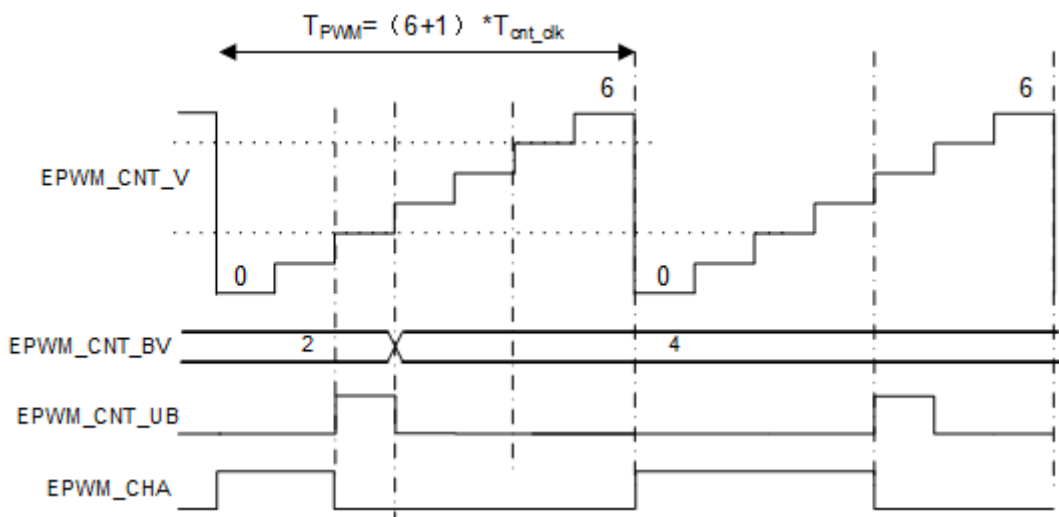

图 9-12 EPWM_CNT_BV 影子寄存器更新示例
- 图 9-12：EPWM_CNT_BV 影子寄存器更新示例中，当对 EPWM_CNT_BV 的数值进行写操作，将数值从 0x2 改变为 0x4 后，并没有立即生效，而是在计数值复位至 0 开始下一个周期的计数后，EPWM_CNT_BV 的数值才生效，从而改变了 EPWM 信号的占空比。